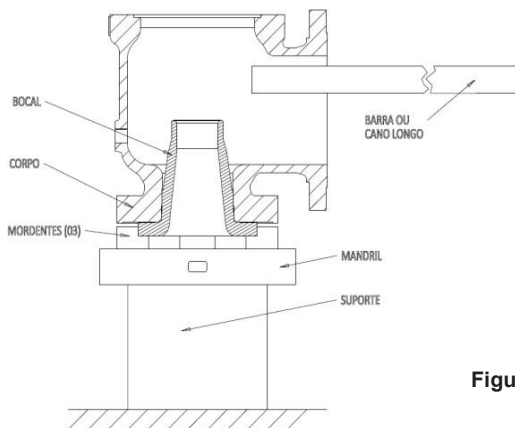

Figura 08
8.1.13 Remova o bocal (06) do corpo (01). O bocal é montado no corpo por meio de rosca direita. Utilizando-se um mandril de 3 ou 4 mordentes, prenda o bocal no mandril e solte-o do corpo utilizando uma barra ou cano (Figura 08) e girando o corpo no sentido anti-horário. Tenha cuidado ao utilizar a barra ou cano na conexão de saída da válvula, a fim de garantir que o bocal não seja danificado durante a operação. Nos casos em que o bocal estiver engripado no corpo, sua remoção pode ser facilitada, aquecendo-se o corpo externamente na área das roscas, enquanto um agente resfriador é aplicado no interior do bocal.
8.5.1 Instale o bocal (**06**) no corpo (**01**). O aperto final deve ser feito no mesmo dispositivo utilizado para a remoção (**ver Figura 08, pág.20**) e girando-se o corpo no sentido horário. Tenha cuidado ao utilizar a barra ou o cano na conexão de saída da válvula, a fim de garantir que o bocal não seja danificado durante a operação.